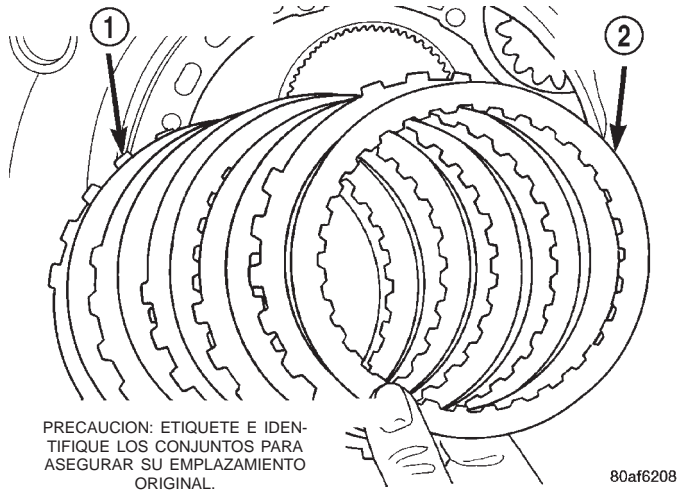

Fig. 43 Desmontaje del conjunto del embrague de baja y marcha atrás
(35) Desmontaje del conjunto del embrague de baja y marcha atrás (Fig. 43).